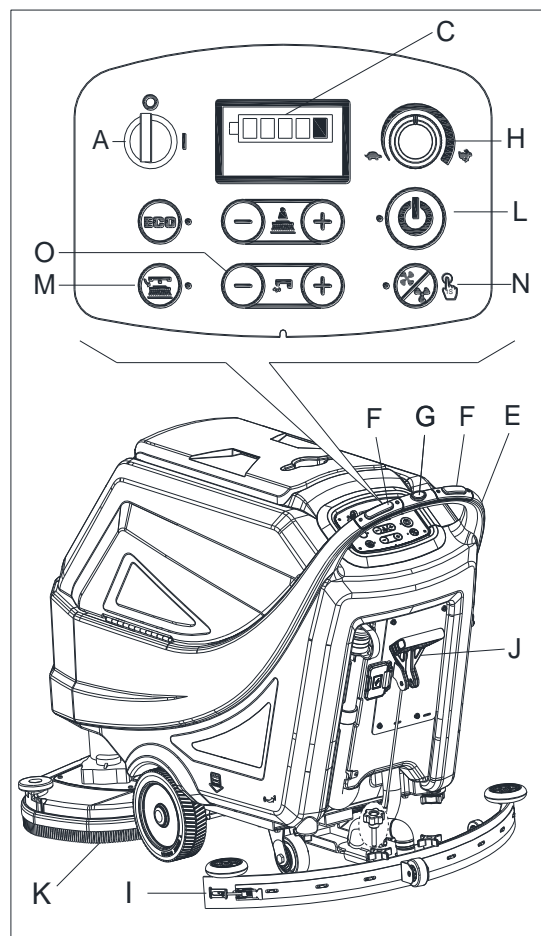

Figura 13
2. Introduzca la llave de encendido (A, Figura 13) y colóquela en la posición «I». Controle el estado de la batería desde la pantalla de visualización. Si necesario, cargue las baterías (véase procedimiento en el capítulo Mantenimiento).
- Presionando el interruptor de seguridad (F) para avanzar o el interruptor de seguridad (F) junto con el interruptor de marcha atrás (G) para ir hacia atrás. La velocidad de avance se puede ajustar mediante el regulador (H).
4. Baje la boquilla (I) con la palanca de subida/bajada de la boquilla (J).
5. Baje el cabezal portacepillos/portapads (K) presionando el botón de arranque (L)
6. Accione los botones de ajuste del flujo de la solución detergente (O) según sus necesidades, en función del trabajo que se debe efectuar.
- Pulse el interruptor de seguridad (F) para activar el sistema de tracción. Si es necesario, la velocidad de avance se puede ajustar mediante el regulador (H).
Para la marcha adelante, pulse el interruptor de seguridad (F, Figura 13) derecho o izquierdo, o ambos.
8. Pare la máquina soltando los interruptores de seguridad (F, Figura 13)
10. Levante el cabezal portacepillos/portapads (K) presionando el botón de arranque (L).
11. Levante la boquilla (I) con la palanca de subida/bajada de la boquilla (J).
12. Gire la llave de encendido (A) a la posición «0».